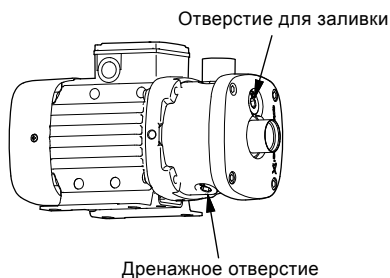

Рис. 8 Положение отверстия для заливки и дренажного отверстия
3. Открутите пробку заливочного отверстия. См. рис. 8.
Удалите пробку заливного отверстия и пробку дренажного отверстия из насоса. См. рис. 8.